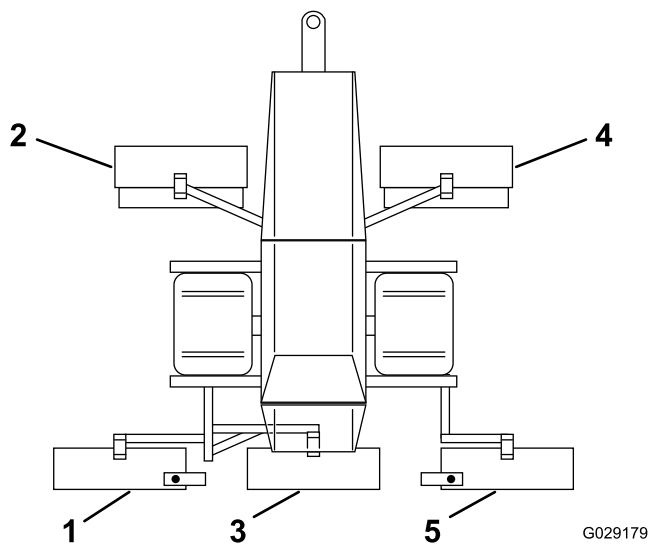

Figure 2
5. Disposez les plateaux de coupe autour de la machine aux positions correctes, comme montré à la Figure 2.